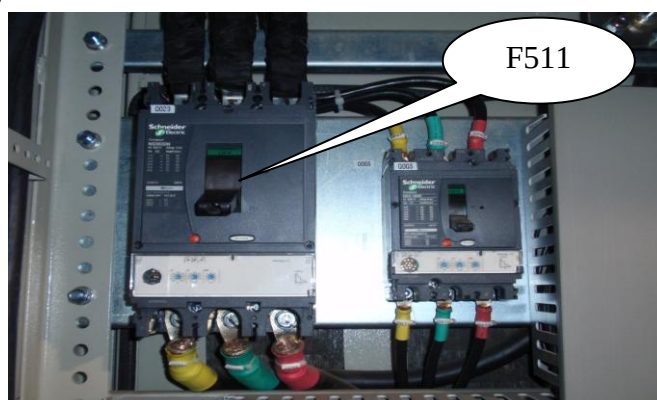

Рисунок 9.1. Переключатель вспомогательного шкафа
2) Неисправности PLC. Отключите главный выключатель F511 (см. рис. 9.1.) (во вспомогательном варианте). Отключить питание вспомогательных механизмов на 30 с, возобновить подачу. Если двигатель вспомогательного механизма перегрет, выполнить сброс с помощью кнопки сброса термореле. Неисправности инвертора могут быть сброшены с помощью кнопки сброса на панели управления. При других неисправностях вспомогательных механизмов они могут также быть сброшены с помощью кнопки сброса на панели управления.